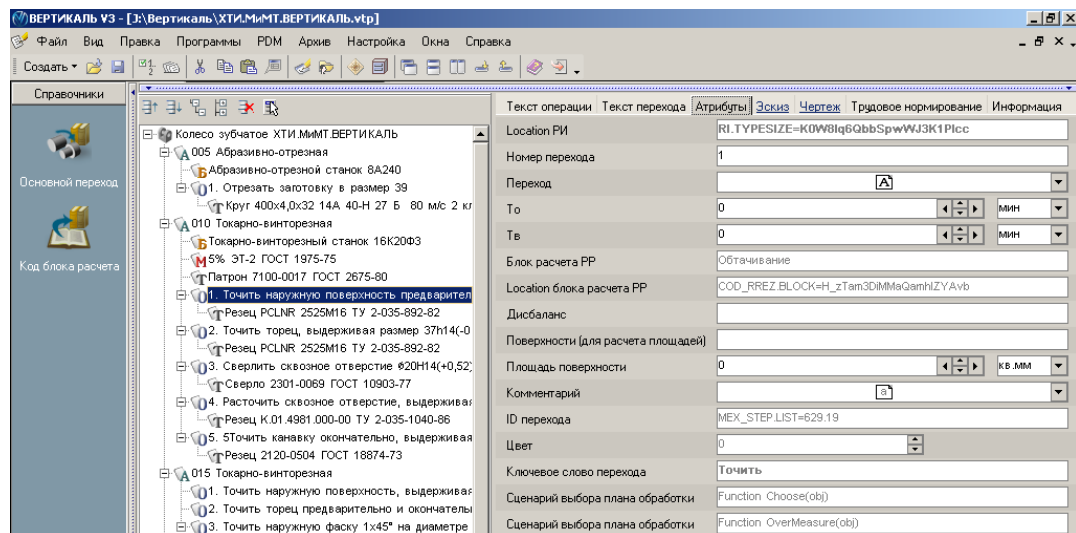

Рис.2
2. Перейдите на вкладку **Атрибуты** перехода 1 и убедитесь, что в строке *Блок расчета PP* появилось слово «обтачивание» (рис. 2).